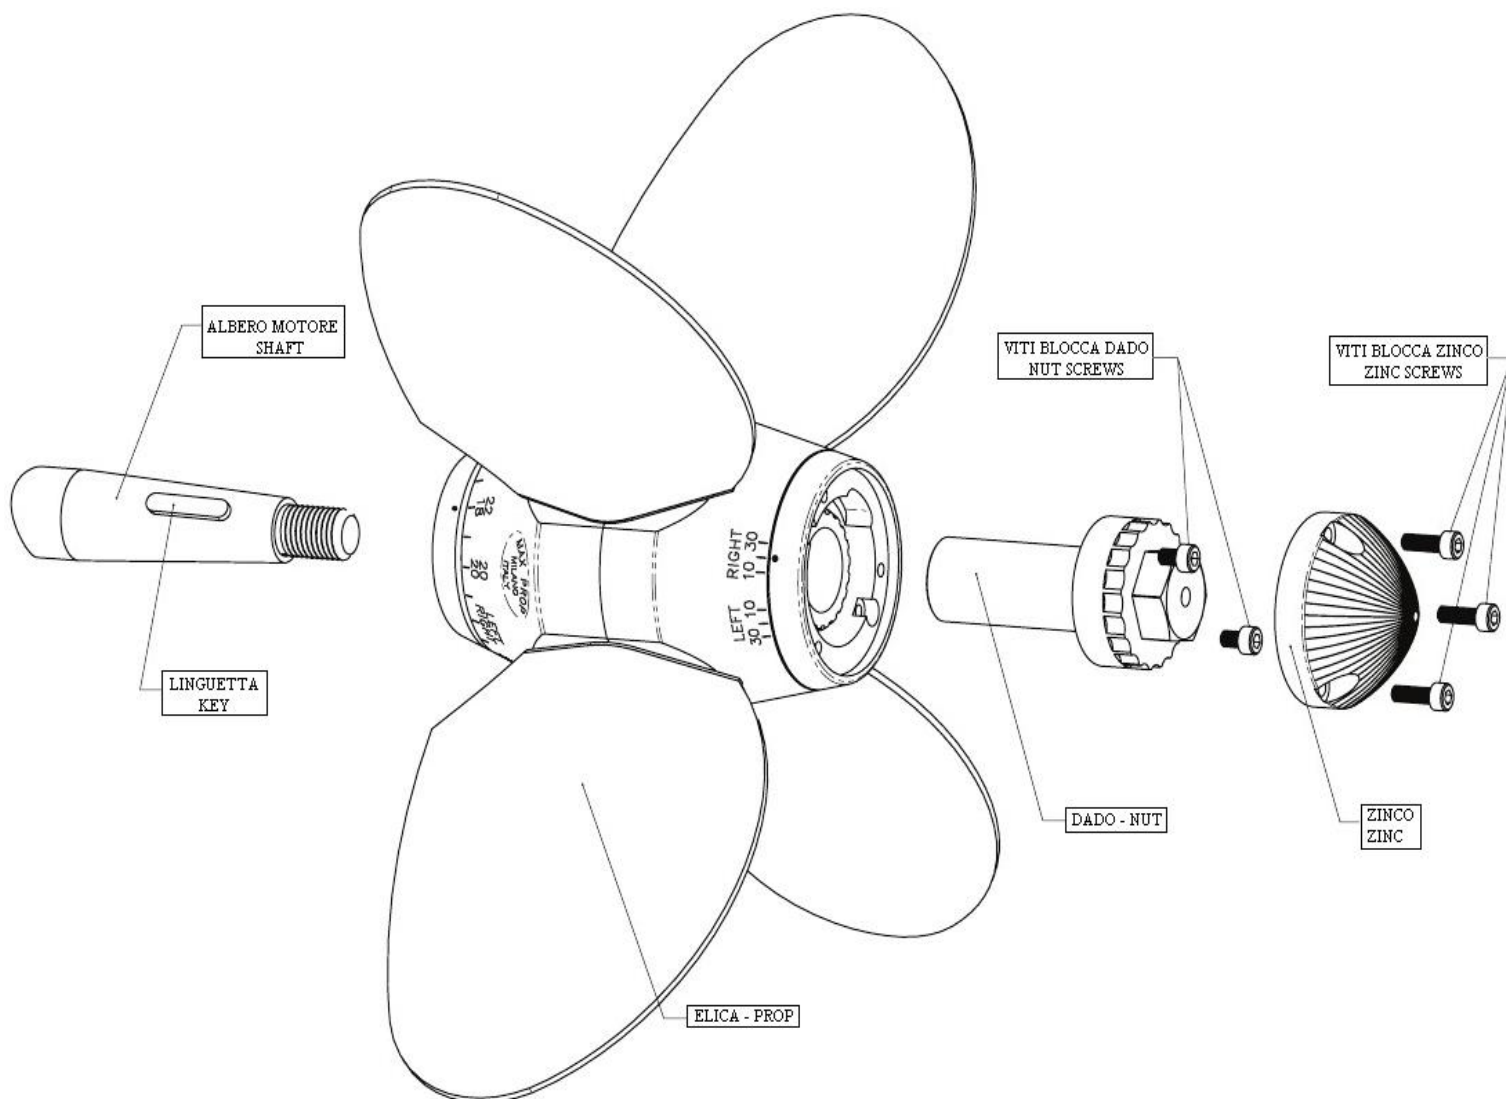

Fig. 3
La hélice se sirve ya montada como dextrógira o levógira según la información recibida en el momento de hacer el pedido e igualmente con un paso pre-calculado. De esta forma puede ser montada directamente sobre el eje. Tenga en cuenta que las partes que componen la MAX PROP® CLASSIC GENERAZIONE 2 NO son intercambiables. En el caso de que disponga de dos o más hélices deberá prestar atención a no mezclar las piezas desmontadas. Efectuar las distintas operaciones haciendo referencia a la Fig.3
*The propeller is supplied already assembled for right or left rotation, according to the information received at order and with the pitch required, and so can be fitted on the shaft. MAX PROP parts are NOT interchangeable. Make sure, if you receive more than one propeller, that you do not interchange parts. Please use Fig. 3.*